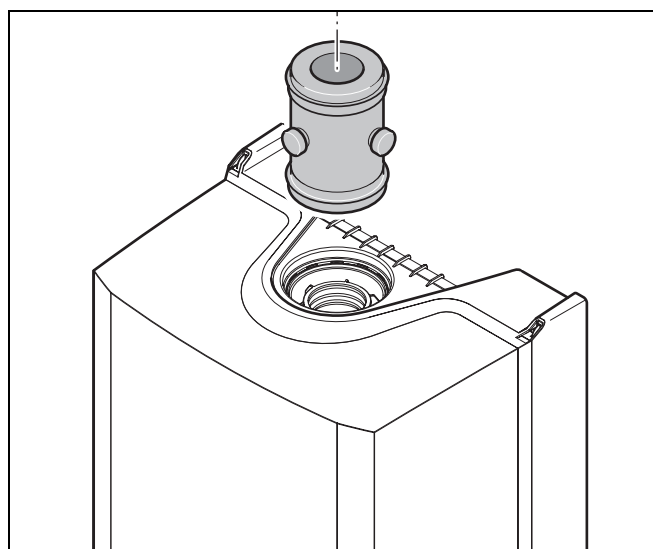

Рис. 12 Вертикальное соединение трубы отработанных газов
- Вертикальный монтаж трубы отработанных газов на адаптере отработанных газов (рис. 12).